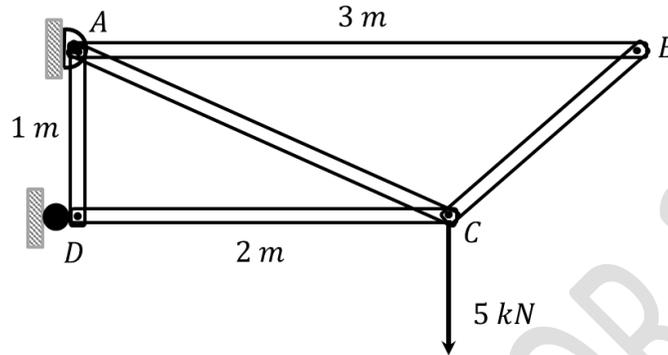

Fig. 9.4.
9.4.- Una estructura simple está compuesta por 4 varillas ligeras. El conjunto está montado sobre un pasador en A y un soporte en C y sobre la estructura se aplica una fuerza de 5 (kN) en D, como muestra la Fig. 9.4. Calcular la fuerza interna en la varilla AD e indique si está en tensión o compresión.